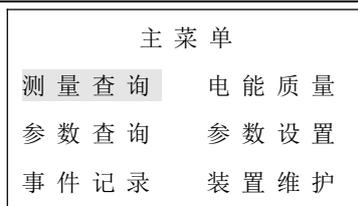

图 4-2 选中菜单反白显示
(1) 逐屏滚动：每按一次 \leftarrow 键或 \rightarrow 键则向上或下滚动一屏。实时电量显示一般采用逐屏滚动方式。数据显示1秒刷新一次。
(2) 逐行滚动：在设置界面，每按一次 \leftarrow 键或 \rightarrow 键可在各菜单之间切换，选中行反白显示，如图4-2：